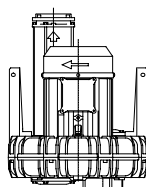
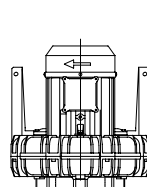
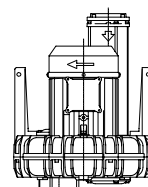

Fig.2
Fig.3
Fig.4
1. Individuar la disposición que le interesa; fig. 2, fig. 3, fig. 4.
Fig.2 con colector a 90°
Fig.3 con 2 colectores a 90°
Fig.4 con colector a 90°